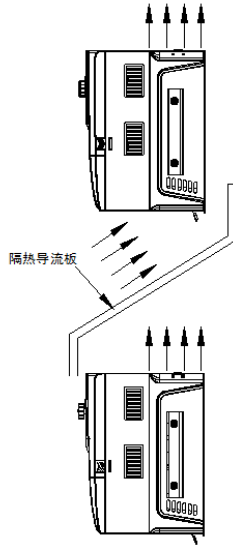

图3-2. 630/630S变频器安装示意图
- 1) 请垂直安装变频器，便于热量向上散发。但不能倒置。若柜内有较多变频器时，最好是并排安装。在需要上下安装の場合，请参考图3-2的示意，安装隔热导流板。